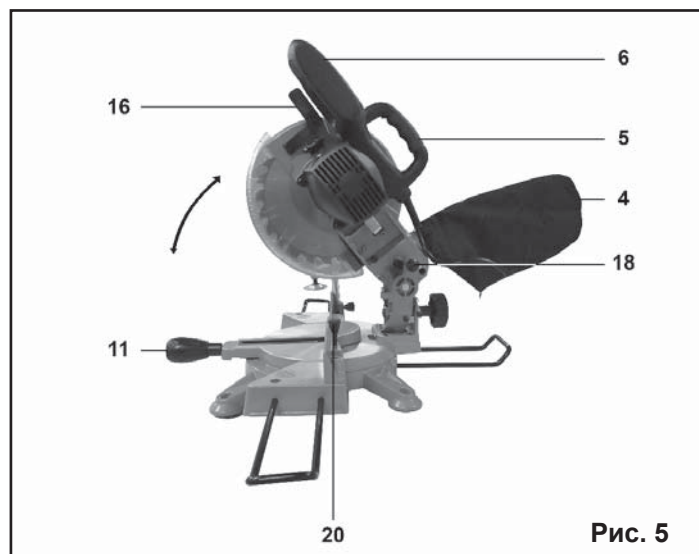

Рис. 5
Нажмите на рукоятку пилы (6) и выдвиньте блокирующий штифт (18), находящийся с задней стороны пилы. После этого придерживайте рукоятку пилы (6); пила под действием пружины переместится в верхнее положение (см. Рис.5).
9.2. Сборка, Рис. 5- 7